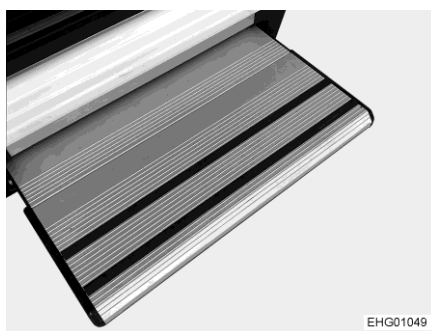

Fig. 5 Marchepied
- ▷ Ne pas graisser ni lubrifier les pièces mobiles du marchepied (Fig. 5) (voir chapitre 11).